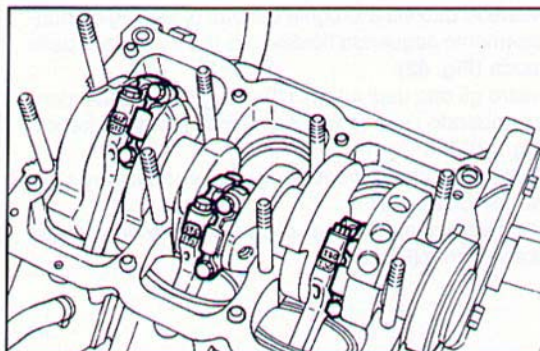

Fig. 86 ▲
- svitare le viti e rimuovere i cappelli di biella (**Fig. 86**), separando i semicuscinetti di biella (bronzine);
- unscrew the screws and remove the big end bearing caps (**Fig. 86**), separating the half-bearings;